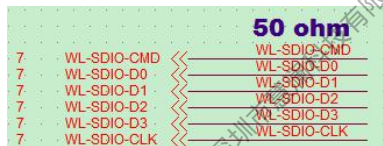

图 2-40 SDIO 信号走线阻抗要求
- 需在原理图中标注清楚 WIFI SDIO 信号线的走线阻抗要求, 以便 PCB layout 设计, 如图 2-40 所示: